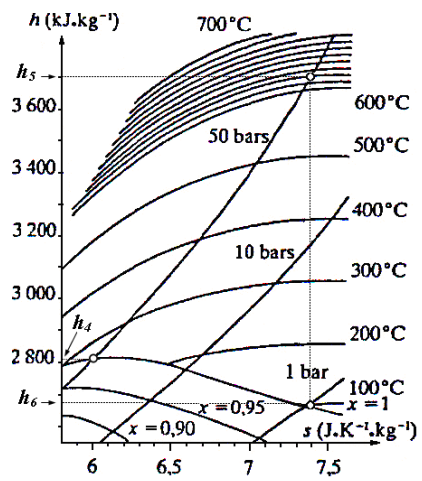

Figure 7
- **le surchauffeur**, $q_S = h_5 - h_4 = 3700 - 2810 = 890 \text{ kJ.kg}^{-1}$; les enthalpies massiques h_4 et h_5 sont lues sur le diagramme de la figure 7, par projection respectivement des points (50 bars, $x = 1$) et (50 bars, 620 °C) sur l'axe des enthalpies ;
- **la turbine**, $e_T = h_6 - h_5 = 2675 - 3700 = - 1025 \text{ kJ.kg}^{-1}$; h_6 est lue sur le diagramme de la figure 7 pour (1 bar, $x = 1$) ;